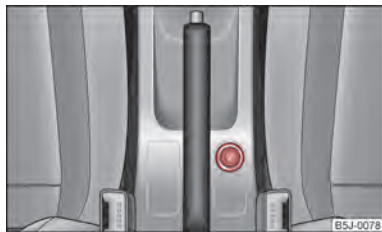

Fig. 65 Consola central: Encendedor
- Pulse el botón del encendedor ⇒ fig. 65.